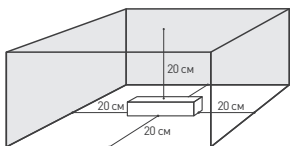

Рис. 1.
- 3.8. Проверьте температуру корпуса источника питания. Максимальная температура корпуса источника в установившемся режиме не должна превышать t_c (рис. 1). Если температура корпуса выше, необходимо уменьшить нагрузку, обеспечить лучшую вентиляцию или использовать более мощный источник питания.
- 4.3. Для естественной вентиляции обеспечьте не менее 20 см свободного пространства вокруг источника питания, как изображено на рис. 1. При невозможности обеспечить свободное пространство используйте принудительную вентиляцию.